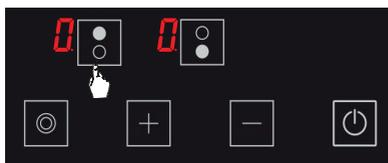

Figure 9
2. Appuyez sur la touche de sélection de la plaque de cuisson pertinente une fois. L'icône **0** s'affiche quand vous la touchez pour la première fois. (Voir Fig. 9)